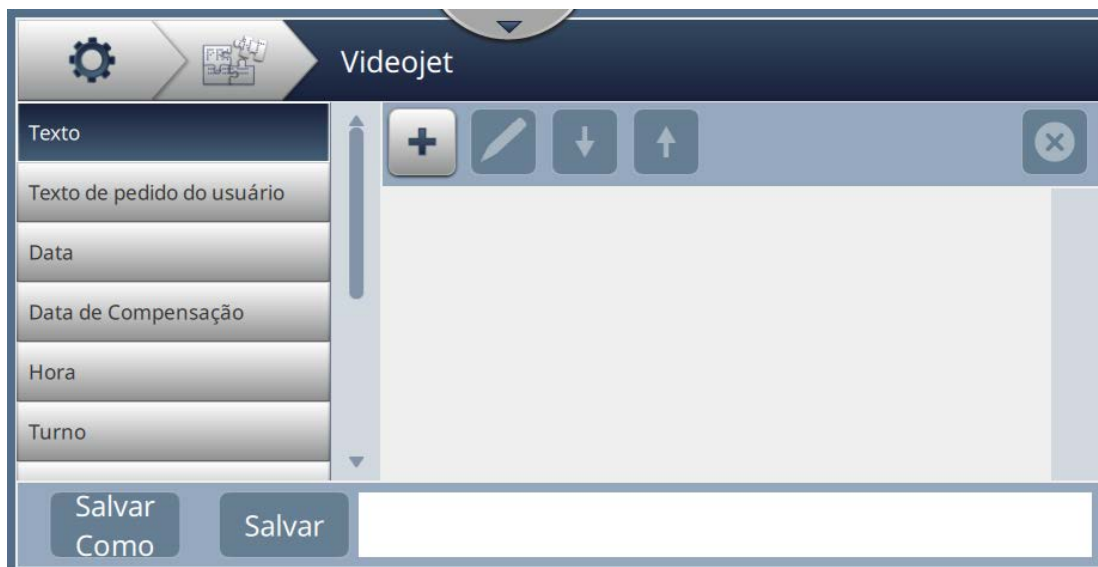

Figura 6-8: Editor de referências personalizadas
4. A tela Editor de referências personalizadas é aberta, como mostra a Figura 6-8.
4. A tela Editor de referências personalizadas é aberta, como mostra a Figura 6-8 na página 6-13.